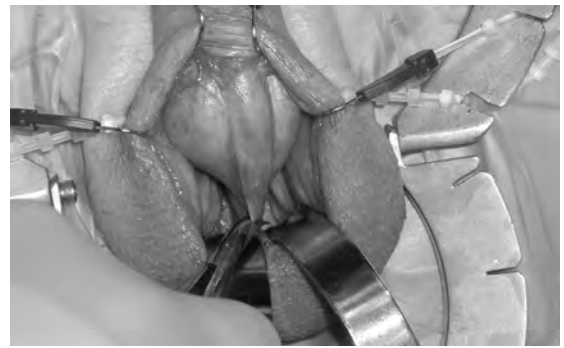

Figure 4-17.
6. Le septum scrotal est alors disséqué franchement de l'urètre bulbaire. (**Figure 4-17**)